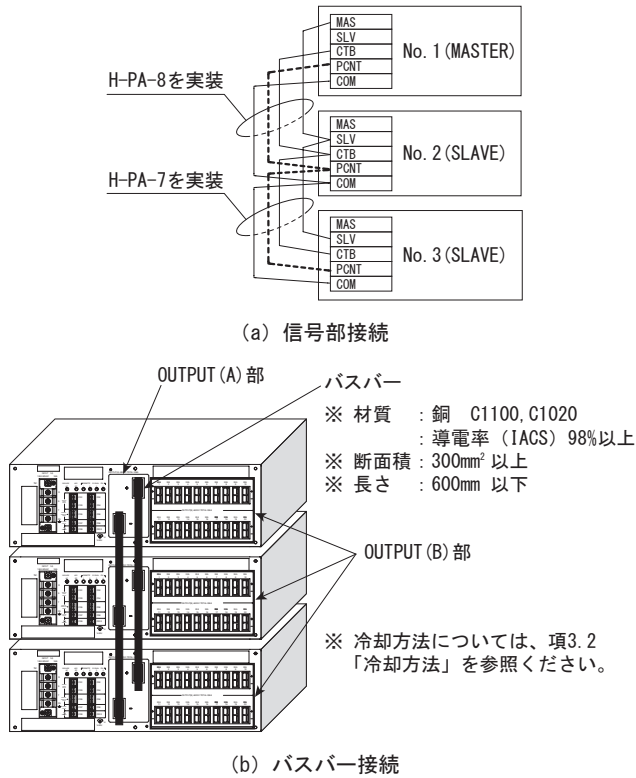

図2.5 並列運転時の配線方法
- 図 2.5 の配線をする事で、最大 3 台までの並列運転が可能です。OUTPUT (A) 部の並列用端子ブロックどうしをバスバーで接続してください。並列接続するすべての電源の GTB (カレントバランス) 端子、COM 端子どうしを接続し、マスターとなる電源の MAS (マスター) 端子とスレーブとなる電源の SLV (スレーブ) 端子を接続してください (オプションパーツ H-PA-7、H-PA-8 をご利用ください)。
- 並列した各電源の OUTPUT (B) 部から、コネクタ 1 個当たり最大 20A の出力電流を取り出すことができます。
- 並列バスバーを接続しない並列運転は、各電源および各コネクタからの負荷配線のインピーダンスのばらつきによって、出力電流のばらつきが大きくなりますので、電源どうしの並列は図 2.5 に示すように並列バスバーによって接続してください。